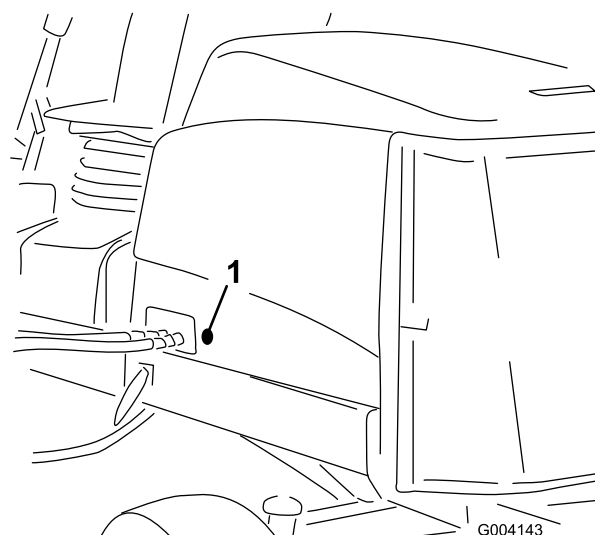

図 17
2. フードの左側についているゴム製のハトメを取り外す（図 17）。